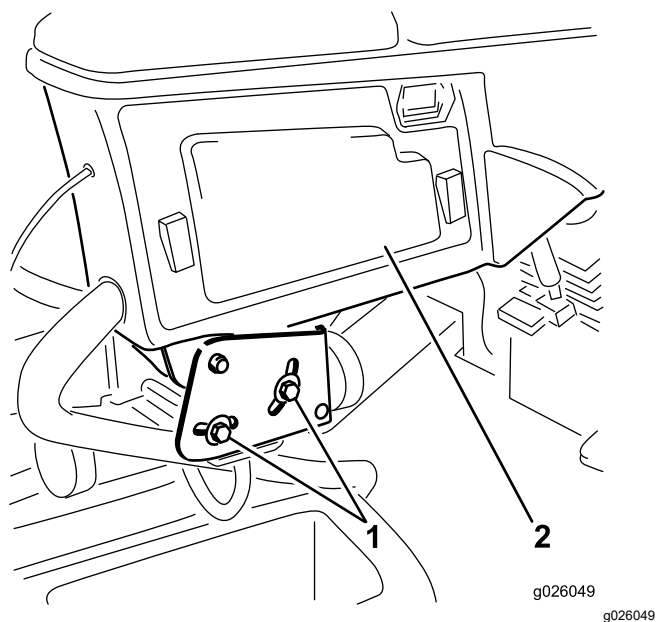

Figura 1
4. Retire los 2 pernos de ajuste que sujetan el brazo de control al soporte del asiento (Figura 1). Aparte el brazo de control con cuidado.
5. Instale el brazo de control con los 2 pernos de ajuste del brazo de control que se retiraron anteriormente (Figura 1). Haga los ajustes necesarios.
6. Instale el panel de acceso en el brazo de control (Figura 1).